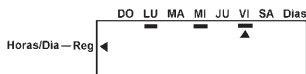

fig. 15
- 6) Pulsar \uparrow para confirmar, aparecerá un subrayado debajo del día. En los días subrayados el descalcificador hará la regeneración (fig 15).